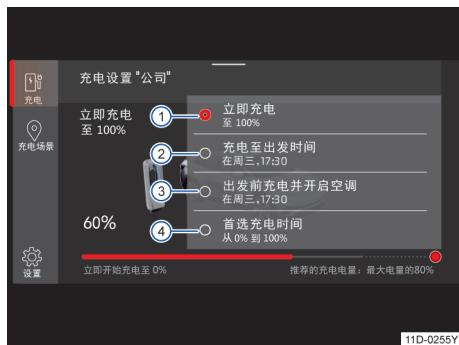

图 134 预约充电设置
预约充电设置完成后，在进行充电选择时，会出现相应选项，勾选目标即可。→图 134 ①、②、③、④选项条目视充电设置而定。